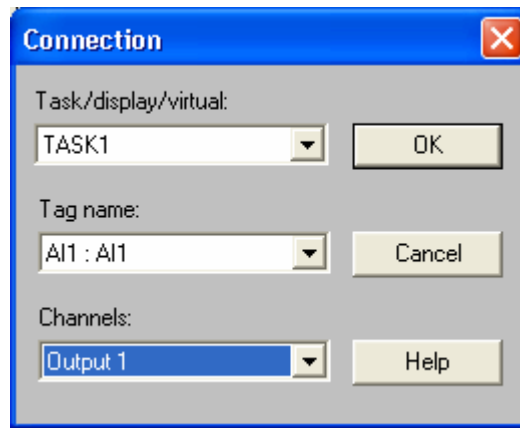

Рис. 4.20. Конфигурирование графика времени
4. Выполните *четвертое действие* из занятия 1 в части графика времени. Сконфигурируйте график времени в соответствии с рис. 4.20, а затем с помощью кнопок **OK** закройте окна.